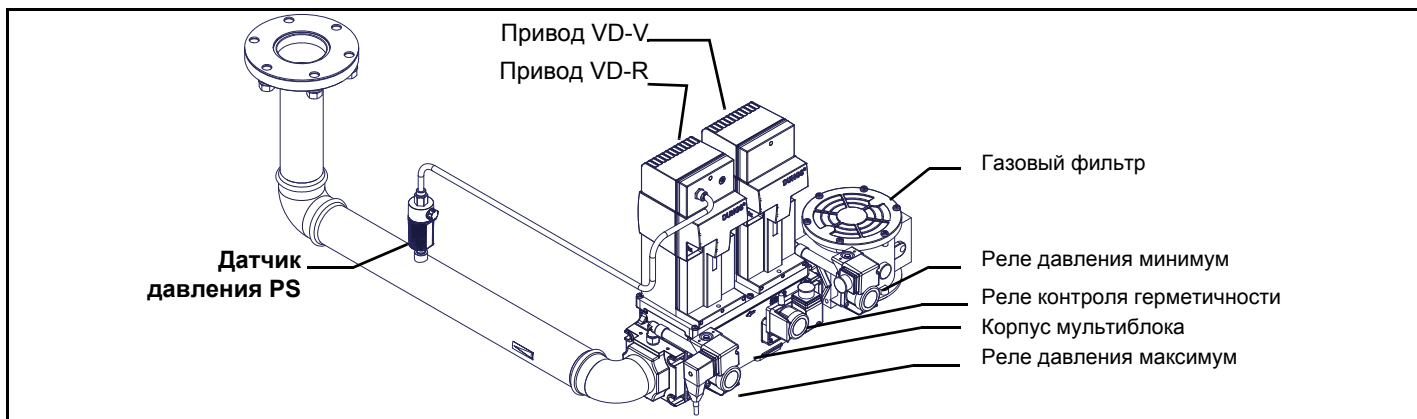

Рис. 7 - Пример газовой рампы
ВНИМАНИЕ: после монтажа газовой ramпы согласно схеме на Рис. 7, необходимо провести тестирование на герметичность газового контура, согласно требований действующих нормативов.
- 1 - б) при фланцевых соединениях: между соседними компонентами устанавливать прокладку (1А.1Е - Рис. 7), совместимую с используемым газом,
ВНИМАНИЕ: после монтажа газовой рампы согласно схеме на Рис. 7, необходимо провести тестирование на герметичность газового контура, согласно требований действующих нормативов.